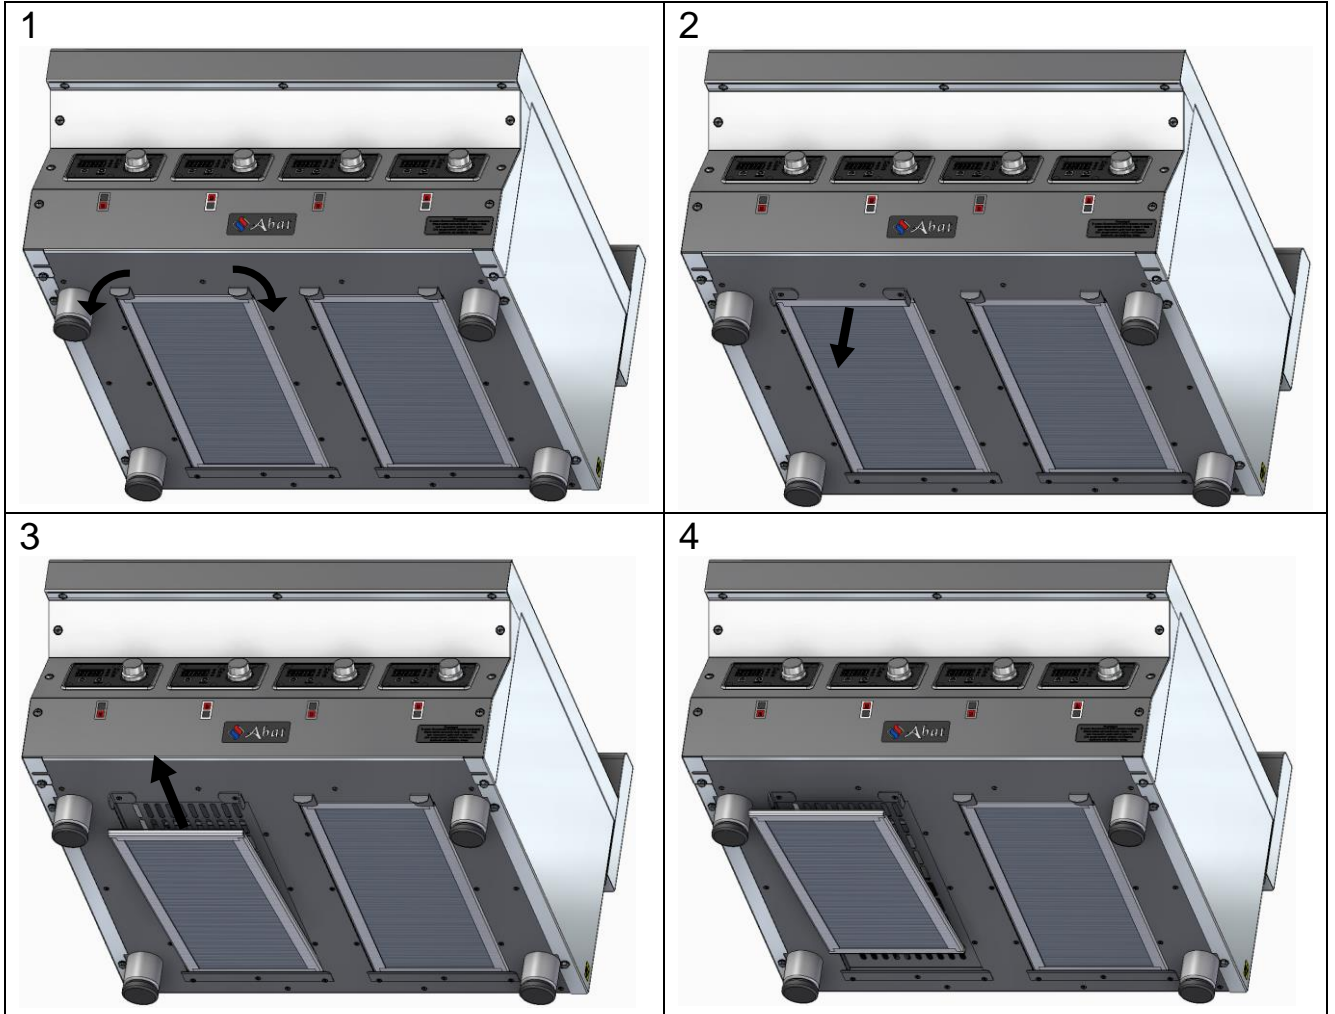

Рис. 9. Извлечение жирулавливающего фильтра
- повернуть на 90 градусов 2 фиксатора, крепящих фильтр к днищу и вынуть его (см. **рис. 9**);